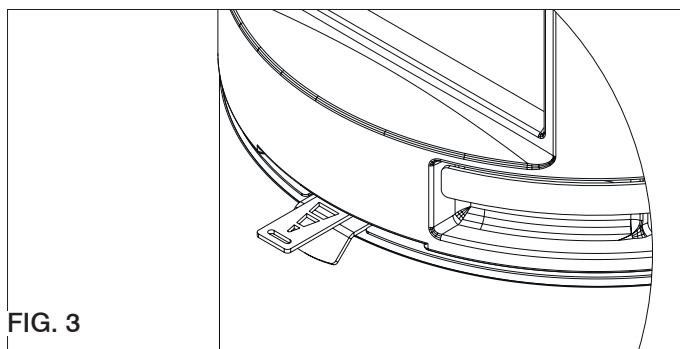

FIG. 3
**- Posizione "Accensione"/potenza max** (fig. 3)